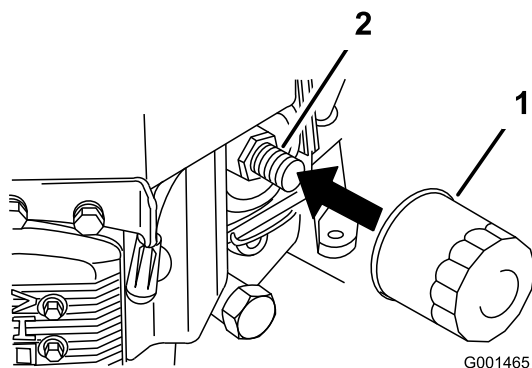

Bild 38
2. Entfernen Sie den alten Filter (Bild 38).
3. Ölen Sie die Gummidichtung am Ersatzfilter leicht mit Frischöl ein (Bild 38).
4. Montieren Sie den Ersatzölfilter am Filterstutzen. Drehen Sie den Ölfiler nach rechts, bis die Gummidichtung den Filterstutzen berührt. Ziehen Sie den Filter dann um eine weitere 3/4 Drehung fest (Bild 38).